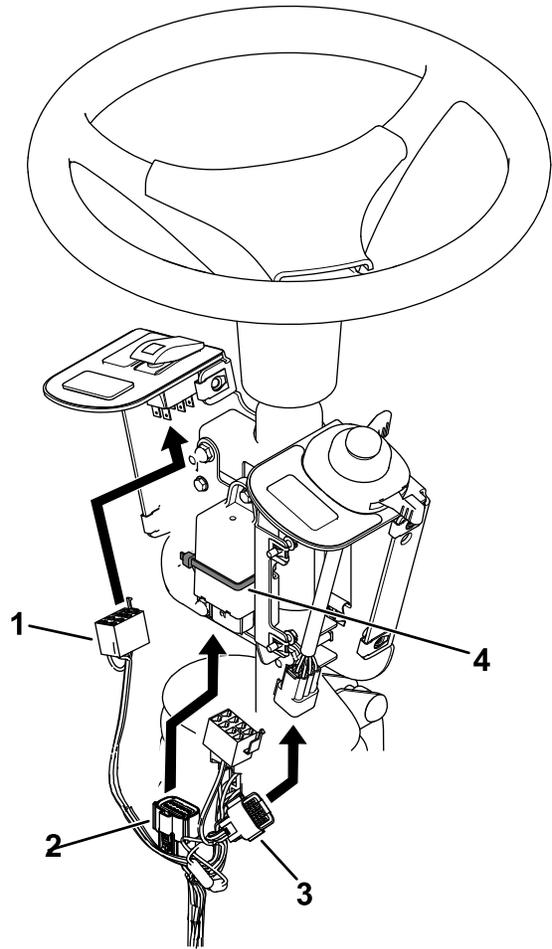

Figura 7
5. Sujete el módulo de intermitencia con una brida (Figura 7).
6. Enchufe el arnés en el interruptor basculante y en el interruptor multifunción (Figura 7).
7. Enchufe el arnés de cables en el intermitente (Figura 7).